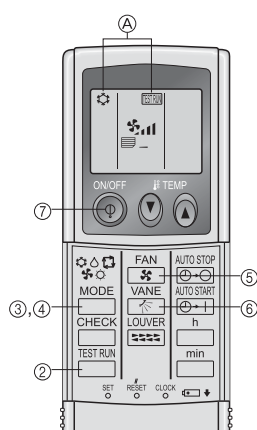

Fig. 7-7
7.2.2. De draadloze afstandsbediening gebruiken (Fig. 7-7)
- ① Schakel minstens 12 uur voor het proefdraaien de netspanning op het apparaat.
- ② Druk twee keer achter elkaar op de toets **[TEST RUN]**.